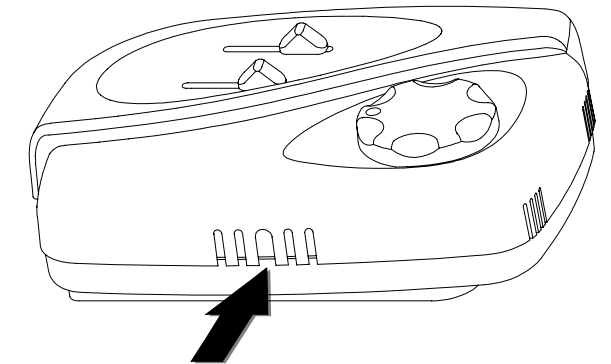
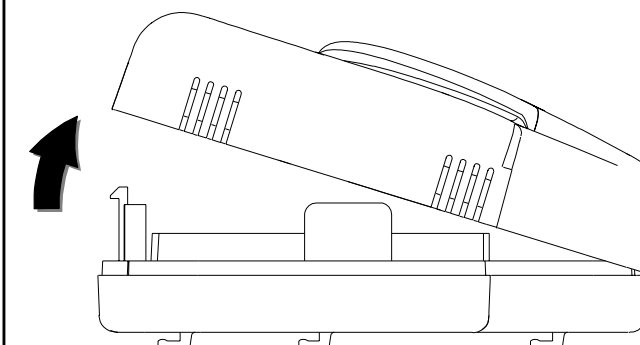

Fig. 2: Feritoia per apertura calotta / Plastic cover opening slot / Fente pour ouverture du boîtier / Rejilla para la apertura de tapa
Fig. 3: Apertura calotta / How to remove the plastic cover / Ouverture du boîtier / Apertura tapa
1. Quitar la tapa empujando con la ayuda de algún utensilio (por Ej. un destornillador) el diente de plástico situado en la hendidura (debajo) como en Fig. 2 y rotar contemporáneamente la tapa como en Fig. 3.
1. Rimuovere la calotta spingendo con l'aiuto di un attrezzo (ad esempio un cacciavite) la linguetta plastica situata nella feritoia in basso come in Fig. 2 e
ruotare contemporaneamente la calotta come in Fig. 3.